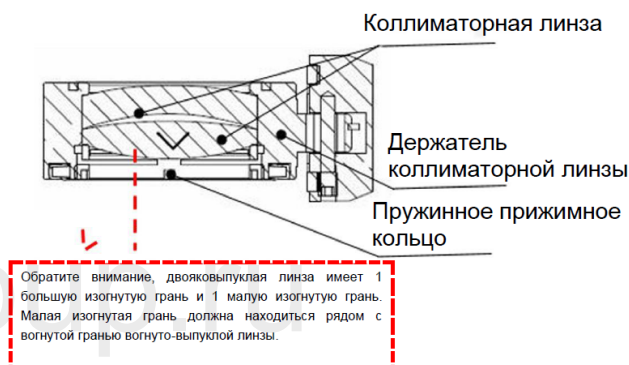

Рисунок 6.6 – Установка коллиматорной линзы
- Повторно соберите блок коллиматорной линзы (будьте внимательны при закручивании прижимного кольца) и вкрутите обратно в коллиматор, как показано на Рис. 6.6.